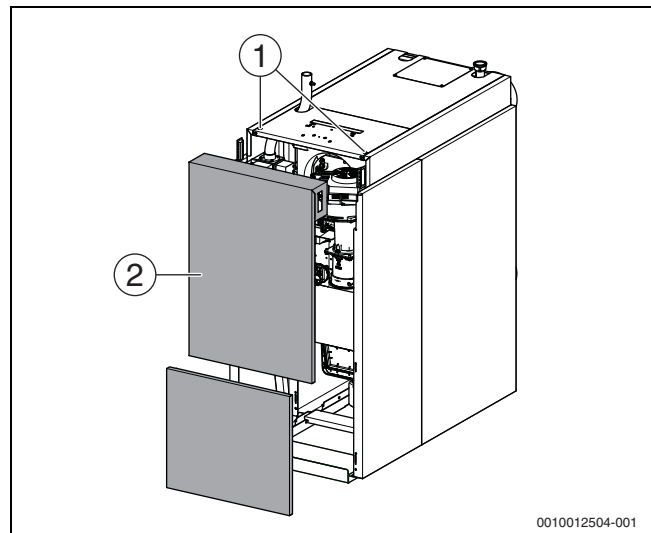

Bild 31 Vorderwand abnehmen
- ▶ Entriegelungsschrauben (→Bild 31, [1]) auf der Oberseite des Heizkessels mit geeignetem Werkzeug gegen den Uhrzeigersinn drehen und obere Kesselvorderwand entriegeln.
- ▶ Kesselvorderwand (→Bild 31, [2]) nach vorne neigen und nach oben aus der unteren Führung heben.